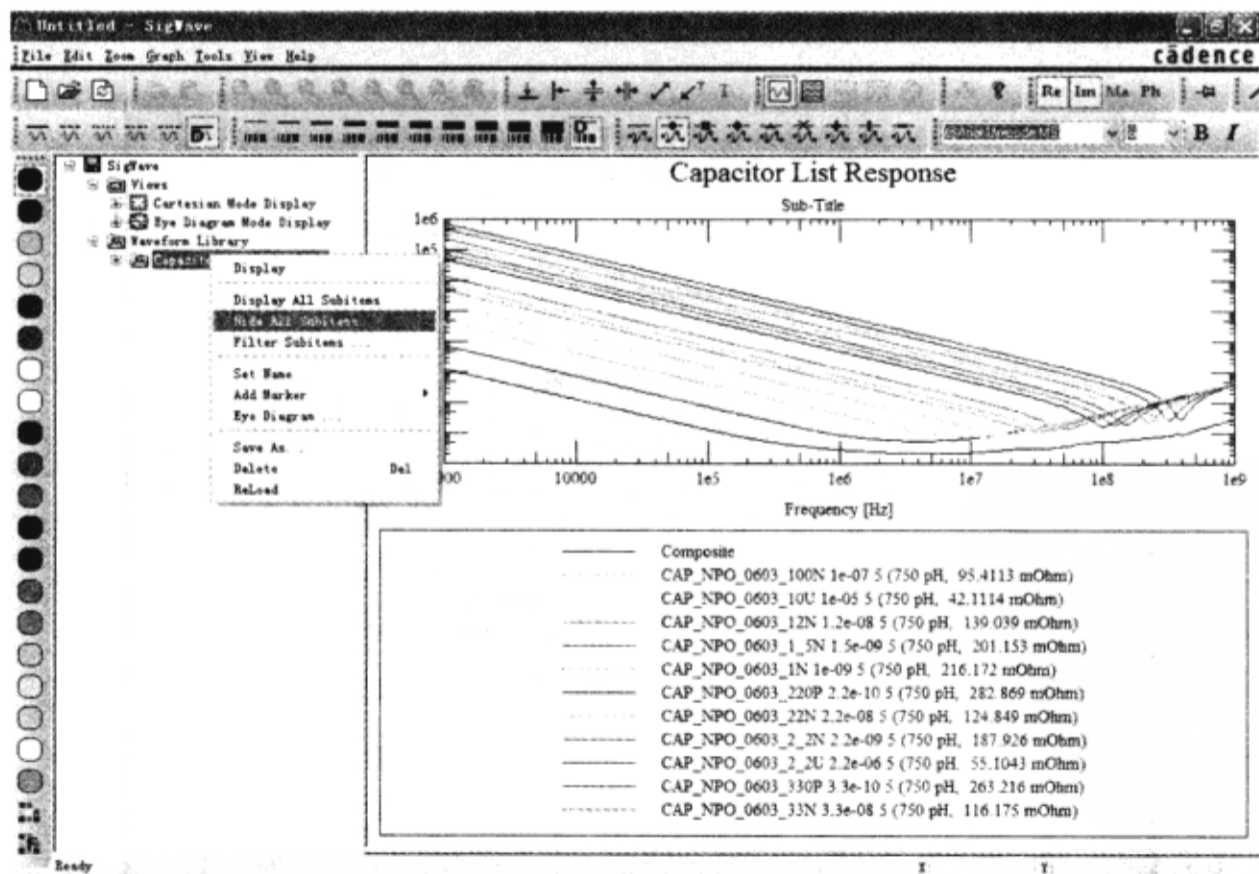

图 8-8-73 隐藏所有的子项
(3) 在“Capacitor List Response”（电容器响应曲线列表）文件夹上单击鼠标右键，在弹出的菜单中选择“Hide All Subitems”（隐藏所有的子项），如图 8-8-73 所示。